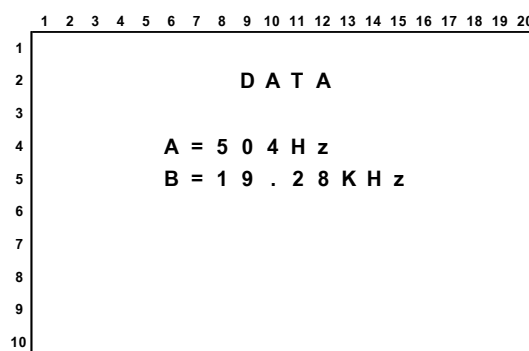
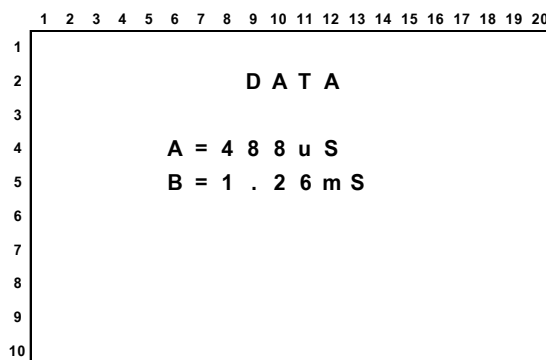

图 3 数据界面（频率）
图 4 数据界面（周期）
** 若 $f_{A \text{ 或 } B}$ 计算结果为负时，图 3、图 4 对应频率值和周期值显示为 NULL。